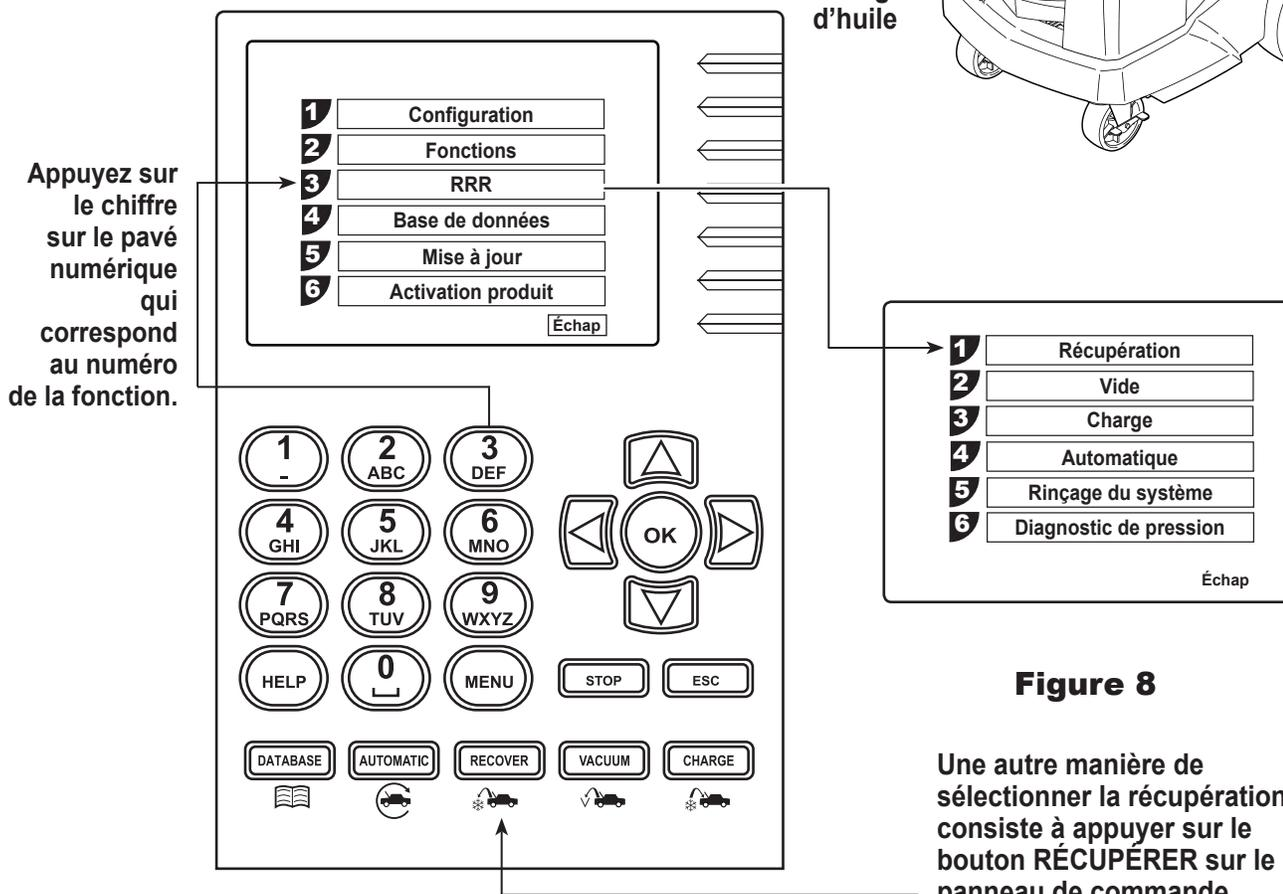

Figure 8
4. Sélectionnez la fonction de **RÉCUPÉRATION** en appuyant sur le bouton Récupérer sur le panneau de commande ou en sélectionnant Récupérer depuis le menu RRR comme indiqué sur la figure 8.